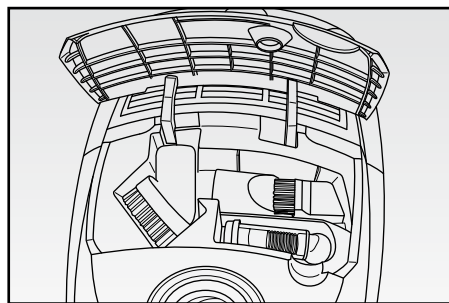
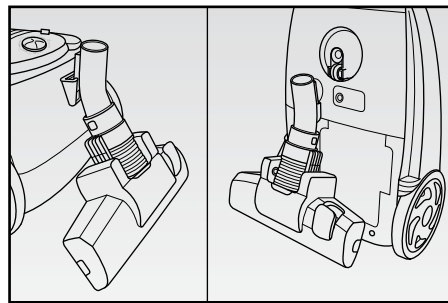

Fig. 6
Fig. 7
Riporre l'apparecchio inserendo gli accessori nell'apposito comparto (G) sulla parte superiore dell'apparecchio (FIG. 6) e posizionando la spazzola pavimenti (S) sul gancio posteriore o su quello inferiore per (FIG. 7).